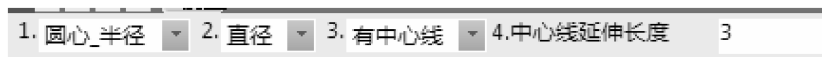

图 2-48 圆的立即菜单
1) 单击圆按钮 $\odot$ ，弹出立即菜单，如图 2-48 所示。